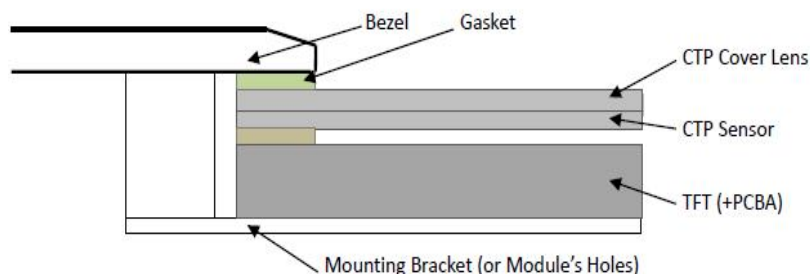

Figure1
9.1 Bezel Mounting (Figure 1)
9.1 面框安装（附图 1）